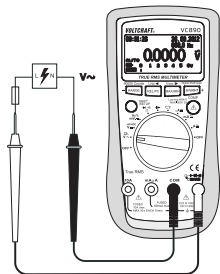

Abb. 10
1. Schalten Sie das DMM ein und wählen den Messbereich „V $\sim$ “. Drücken Sie die SHIFT/SETUP-Taste (3), um in den Messbereich „ $\overline{\Delta}$ “ umzuschalten.
2. Stecken Sie die rote Messleitung in die °CHzV $\Omega$ -Messbuchse (7), die schwarze Messleitung in die COM-Messbuchse (8) (Abb. 10).